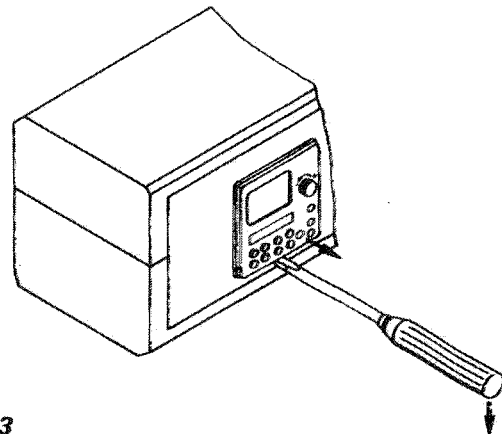

Abb. 3.3
3. Schaltuhr mit einem kleinen Schraubendreher nach vorn ausrasten (an der entsprechenden Aussparung unterhalb der Schaltuhr), und Schaltuhr herausziehen (Abb. 3.3).